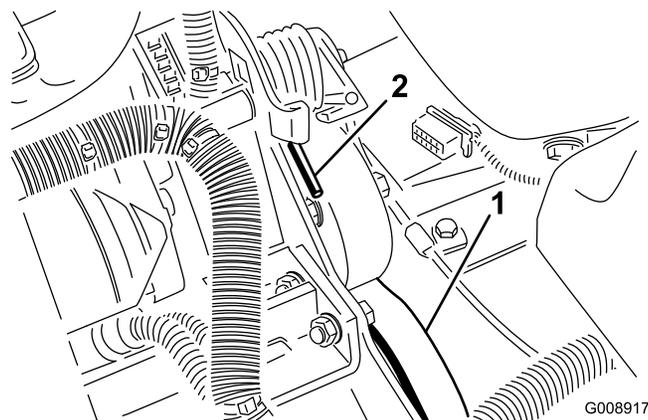

Bild 54
2. Drücken Sie das Ende der Feder (Bild 54) ab- und vorwärts, um die Feder aus dem Bügel auszuhaken und die Feder zu entspannen.